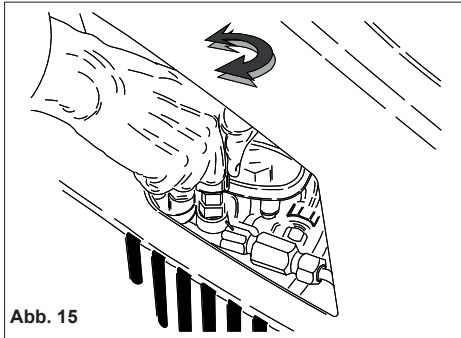

Abb. 15
Dieses Kapitel bezieht sich nur auf die Modelle, die über einen „Druckregulierer“ verfügen. Mit dieser Vorrichtung (Abb.15) kann man den Betriebsdruck regulieren. Wenn man den Drehschalter C entgegen dem Uhrzeigersinn dreht (B) (Minimum) wird der Betriebsdruck verringert.
- 2) Den Hochdruckreiniger anlaufen lassen, den Reinigungsmittelhahn (falls vorhanden) aufdrehen, die Steuerung für das Absaugen des auf der Lanze (Abb. 15) vorhandenen Reinigungsmittels betätigen und nun das Mittel von unten nach oben auf der ganzen, zu reinigenden Oberfläche verteilen. Ein paar Minuten lang einwirken lassen.